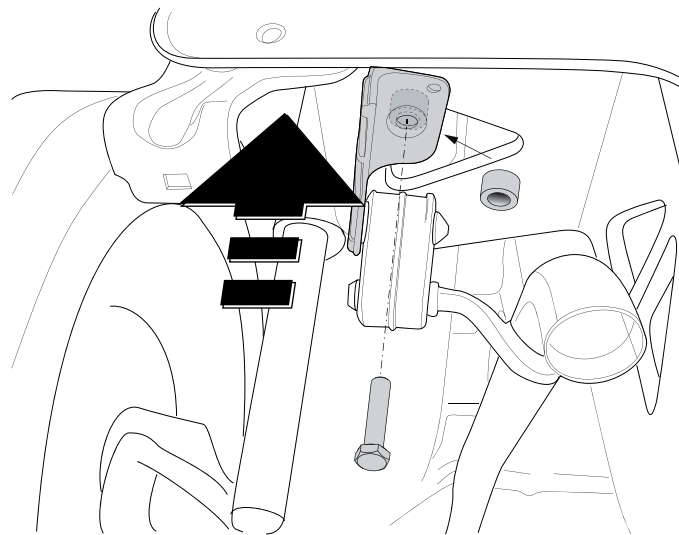

Fig. 3
12. Установить последний кронштейн для подвески выхлопной трубы. См. рисунок 3.